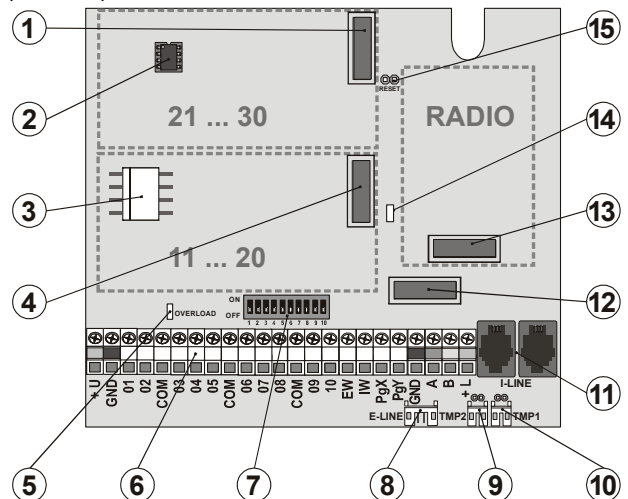

рис. 1 Материнская плата централи.
1. Разъем для второго модуля проводных входов JA-82C – предназначен для модуля входов с адресом L21 - L30. Для его функции должен быть всегда подключен первый модуль (рис. 1, позиция 4).
При подключении только одного модуля JA-82С (расширение на двадцать входов) должна быть использована позиция 4 модуля - см. рис. 1.
Радиомодуль JA-82R вставляется в позицию 13 см. рис. 1. Антенна для модуля находится во вложенной упаковке и устанавливается вставлением в канавки на боковинах корпуса см. рис. 9. При этом произойдет соединение разъемов антенны с контактами на модуле JA-82R. После подключения модуля можно в систему регистрировать беспроводные устройства.